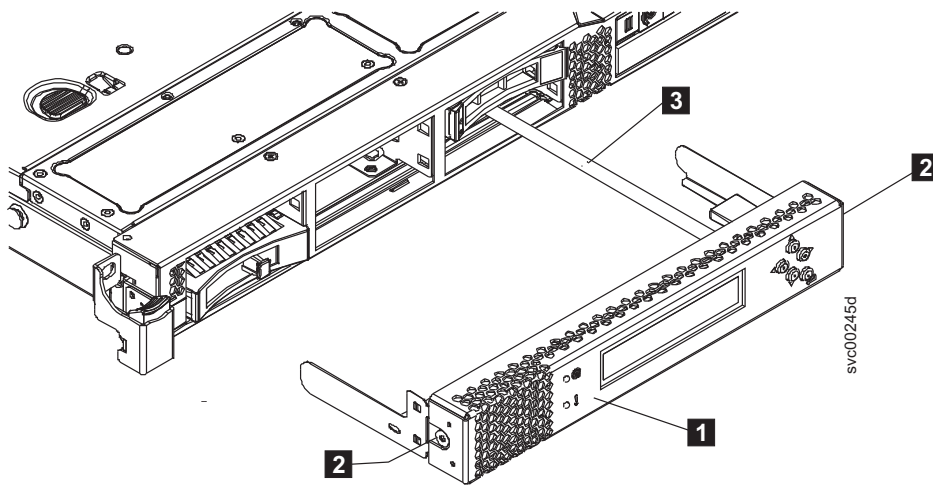

図 74. USB ケーブルが接続されている 2145-CG8 または 2145-CF8 のサービス・コントローラー
- | 7. 両方の解放ボタン (図 74 の **2**) をそっと押し、キャッチをサービス・コントローラーの前方に向けて静かに引きながら、キャッチを解放します。